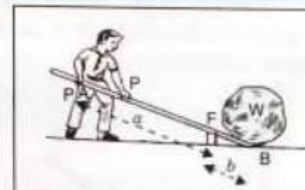

Fig. 1(d).3 A crow bar.
**Examples.** (i) A crow bar (fig. 1(d).3)